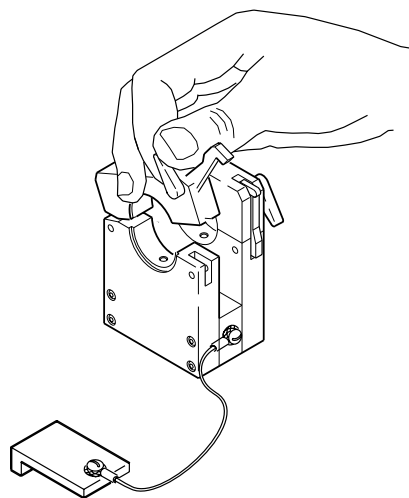

Рисунок 12. Открывание фиксирующего блока
1. Поднимите оба рычага и откройте фиксирующий блок. См. рисунок 12.